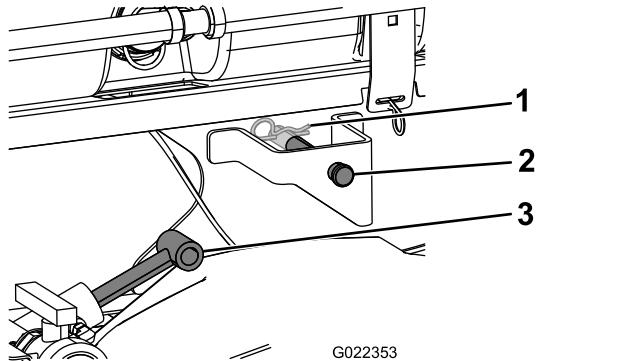

図9
- 昇降シリンダを、タンク台のブラケットまで伸ばして、シリンダのフィッティングを、タンク台のブラケットの穴に合わせる図9。